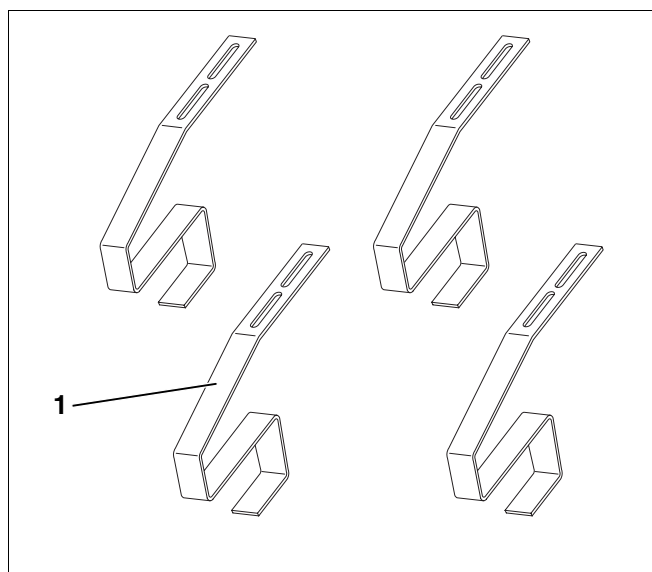

Fig. 6 Conjunto de montagem - Suplemento de ganchos de fixação para telhado – Acessório
4.2.5 Conjunto de montagem - Suplemento de ganchos de fixação para telhado (para telhas cerâmicas; acessório; por colector) – Fig. 6